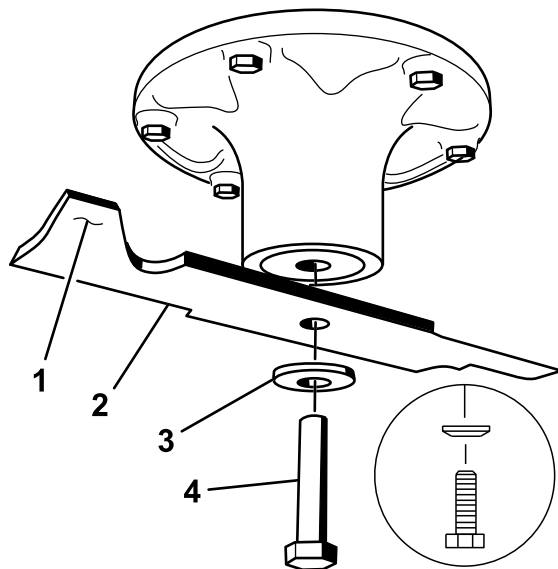

Рисунок 67
2. Отверните болт ножа, снимите изогнутую шайбу и нож с вала шпинделя (Рисунок 67).
1. Установите нож на шпиндель (Рисунок 67).
2. Установите изогнутую шайбу (чашеобразной стороной в сторону ножа) и болт ножа (Рисунок 67).